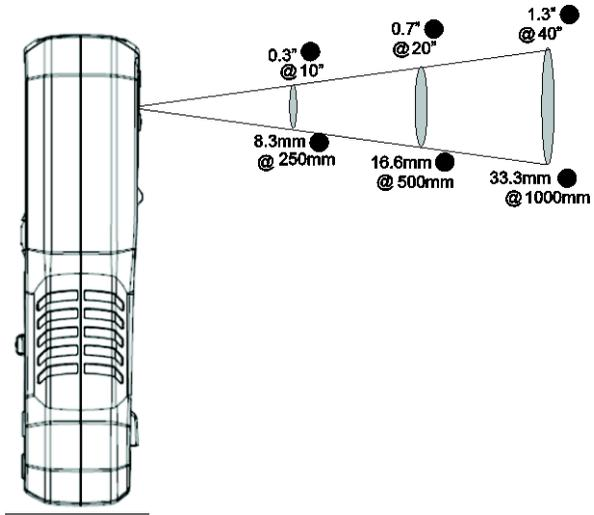

图 7-2 距离系数 30:1
7. 成像仪的距离系数为 30:1，即仪表到被测点的距离是被测点直径的 30 倍（在距离为 30 英寸时，仪表“看到”目标点直径为 1 英寸）。请参见图 7-2。